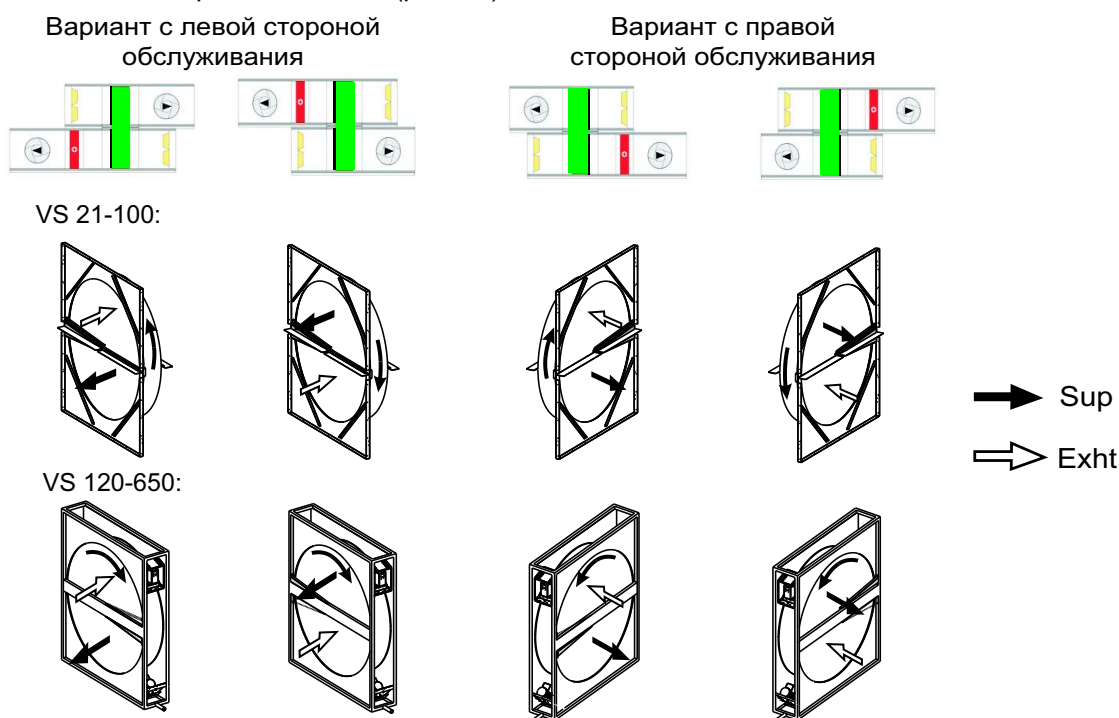

Рис.25. Направление вращения роторного регенератора
- направление вращения ротора, которое должно быть от вытяжной части через очистной шлюз к приточной части (рис. 25).